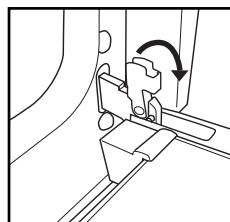

Fig. 1
2. Levante las sujetacorres y empújelas al máximo hacia delante (Fig. 1).